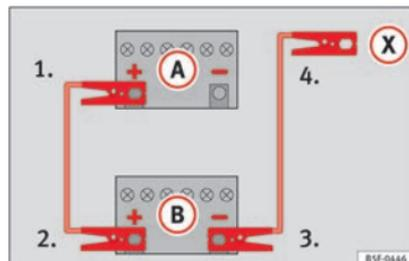

Abb. 77 Anschlussschema für Fahrzeuge ohne Start-Stopp-System.
- mit der entladenen Fahrzeugbatterie (A) » **Abb. 77.**
3. Klemmen Sie das andere Ende des roten Starthilfekabels an den Pluspol (+) des stromgebenden Fahrzeugs (B).
4. Bei Fahrzeugen ohne Start-Stopp-System: ein Ende des schwarzen Starthilfekabels an den Massepunkt (-) des Strom gebenden Fahrzeugs (B) » **Abb. 77** anklemmen.